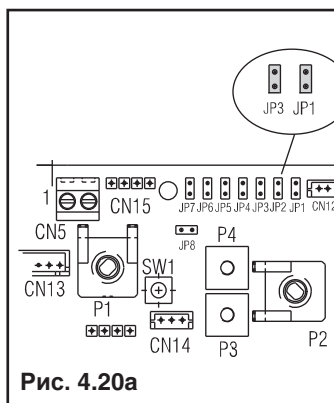

Рис. 4.20a
- установите перемычки JP1 и JP3 (рис. 4.20a)